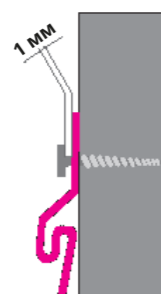

рис. 6
- ▷ Оставьте расстояние 1 мм между нижним краем шляпки самореза и панелью (рис. 6);